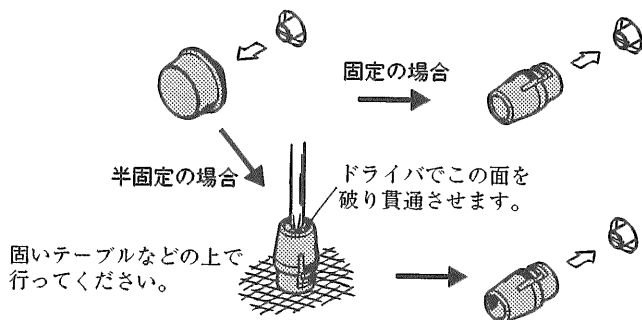

図2-12 ガードキャップの取り付け
- ① OUTPUTスイッチがOFFになっていることを確認します。
- ② POWERスイッチをONにします。
- ③ LIMITスイッチを押したまま、出力(電圧および/または電流)を希望する値に設定します。ここでは、大まかな設定でかまいません。
- ④ 出力設定(VOLTAGEおよび/またはCURRENT)つまみを回さないようにして引き抜きます。
- ⑤ LIMITスイッチを押したまま、マイナスインプラドライバーを使って出力を希望する値に設定します。
- ⑥ 外したつまみの代わりにガードキャップをはめ込みます。
- ⑦ 再度LIMITスイッチを押して、設定が変わっていないことを確認します。
- ⑥ 図2-12のようにプラスドライバーなどでガードキャップを貫通させます。
- ⑦ 外したつまみの代わりにガードキャップをはめ込みます。